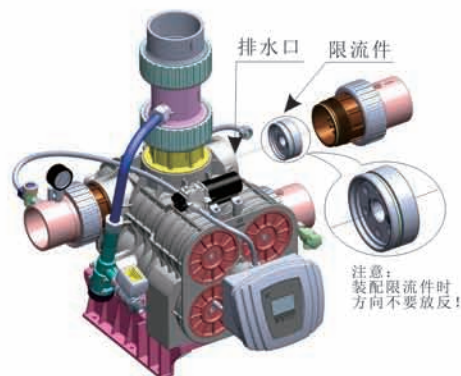

图1-4
③安装排水管路（未作特殊要求，出厂产品排水限流件均为配套7805射流器）
- c、如图1-4所示用扳手旋开排水接口，取出其中的限流件，更换符合要求的限流件（按P23表中钻孔）。